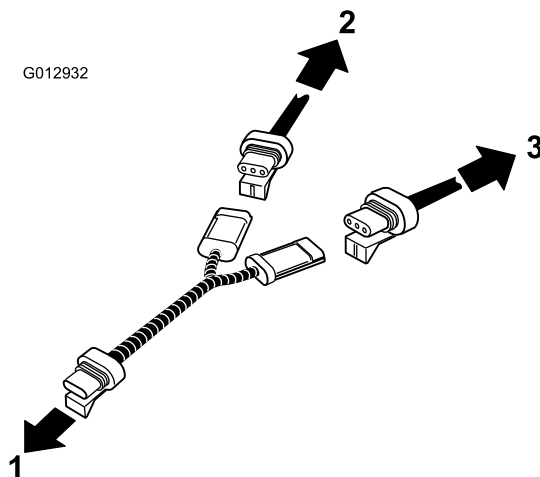

**Figura 13**
14. Arrivati alla copertura del ROPS, dietro il sedile, fate passare il cablaggio preassemblato da sotto il sedile fin sopra il telaio. Assicuratevi che il connettore di alimentazione dell'irroratrice non si trovi sotto il veicolo (Figura 13).